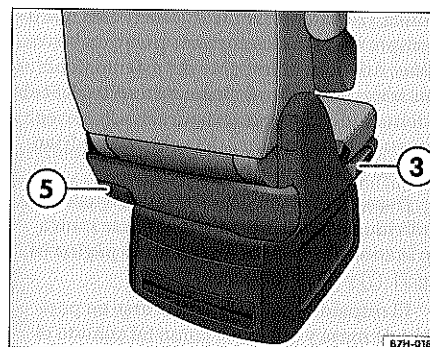

Fig. 62 Asiento individual: mandos para el ajuste de la inclinación del respaldo
– Sujete el respaldo mientras tira de la palanca ⇒ fig. 62 (3) o (5) hacia arriba ⇒ ⚠.
– Tire de la palanca ⇒ fig. 62 (3) o (5) y manténgala en esta posición.
– Suelte la palanca (3) o (5).